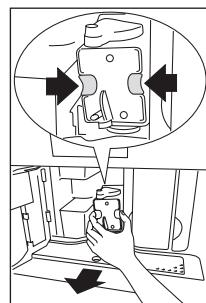

Fig. 39
- ▶ Apăsați cele două butoane roșii de eliberare spre interior și în același timp trageți unitatea de perfuzie afară (Fig. 39).